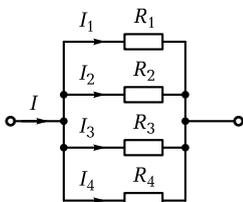

Рис. 1.1. К задаче 1.4
1.4. Имеется разветвление, состоящее из четырех параллельно включенных резисторов с сопротивлениями соответственно: $R_1 = 10 \text{ Ом}$, $R_2 = 5 \text{ Ом}$, $R_3 = 4 \text{ Ом}$, $R_4 = 8 \text{ Ом}$. Ток I , втекающий в точку разветвления (рис. 1.1), равен 20 А . Определить токи, протекающие в каждой ветви.